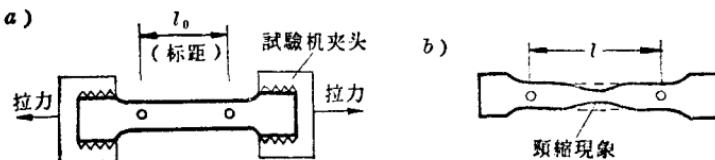

图 3 钢筋试件加拉
把一段钢筋车成试验杆，放在拉力试验机上加拉，如图3 a 所示。钢筋在受拉直至拉断的过程中，应力和应变的关系分成三个变化阶段。在第一阶段，试件受拉伸长的长度和所加拉力的大小成正比。如果取消拉力，试件又回缩到原来的长度。因此，这种变形称为弹性变形，这个阶段称为弹性阶段。这种弹性是金属材料的宝贵性质。
但是，钢材屈服变形后，内部结构因晶体排列位置的重新调整，又生出抵抗外力作用的性质。这时，要使变形继续增长，就要再增加拉力，这就是第三阶段。一直拉到钢筋最弱的截面处产生“颈缩现象”（如图3 b 所示），由于截面的缩小，不需再加拉力而试件即被拉断为止。到拉断时试件单位面积上承受的拉力，称为“极限强度”。一般钢筋的流限为极限的35~80%，钢号越低，比值也越低，换句话说，能够利用的强度也越低。
2. 塑性 钢筋的塑性也就是上面所说的受力后产生永久变形的特性，它是反映钢筋受力后适应几何形状和尺寸改变能力的指标。在选择钢材时，一般用伸长率或延伸率表示钢筋的塑性：伸长率 = $\frac{l - l_0}{l_0} \times 100\%$ (l , l_0 见图3所示)。
当试件在拉力机上进行试验时，试件直径和标距（见图3）有个比例。如标距为直径的5倍，则所求得的伸长率用 $\delta_{5\%}$ 表示。当标距为直径的10倍时，则所求得的伸长率以 $\delta_{10\%}$ 表示。